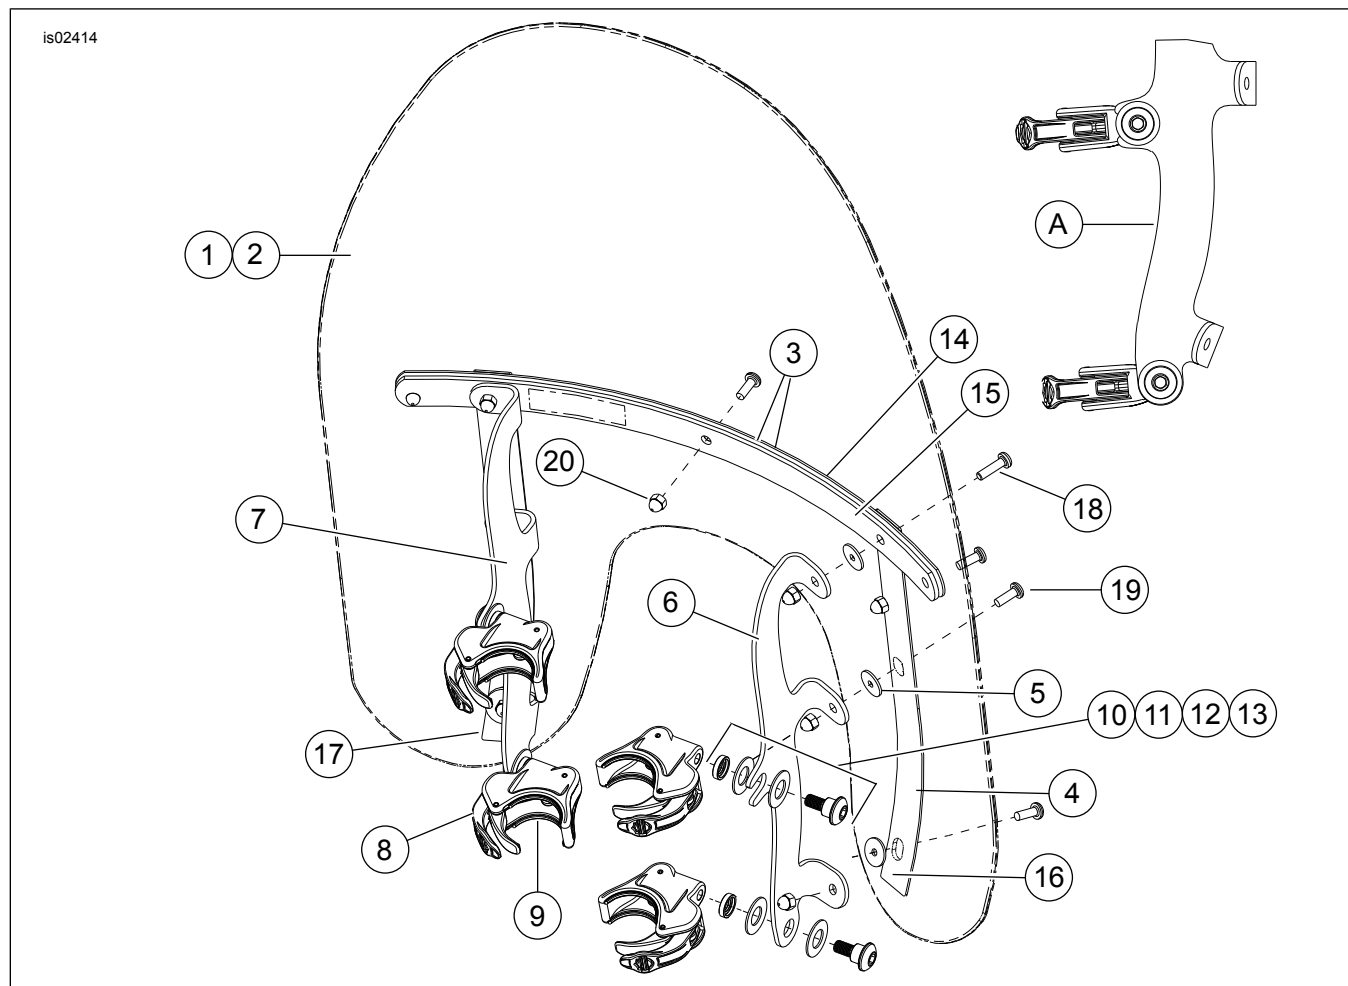
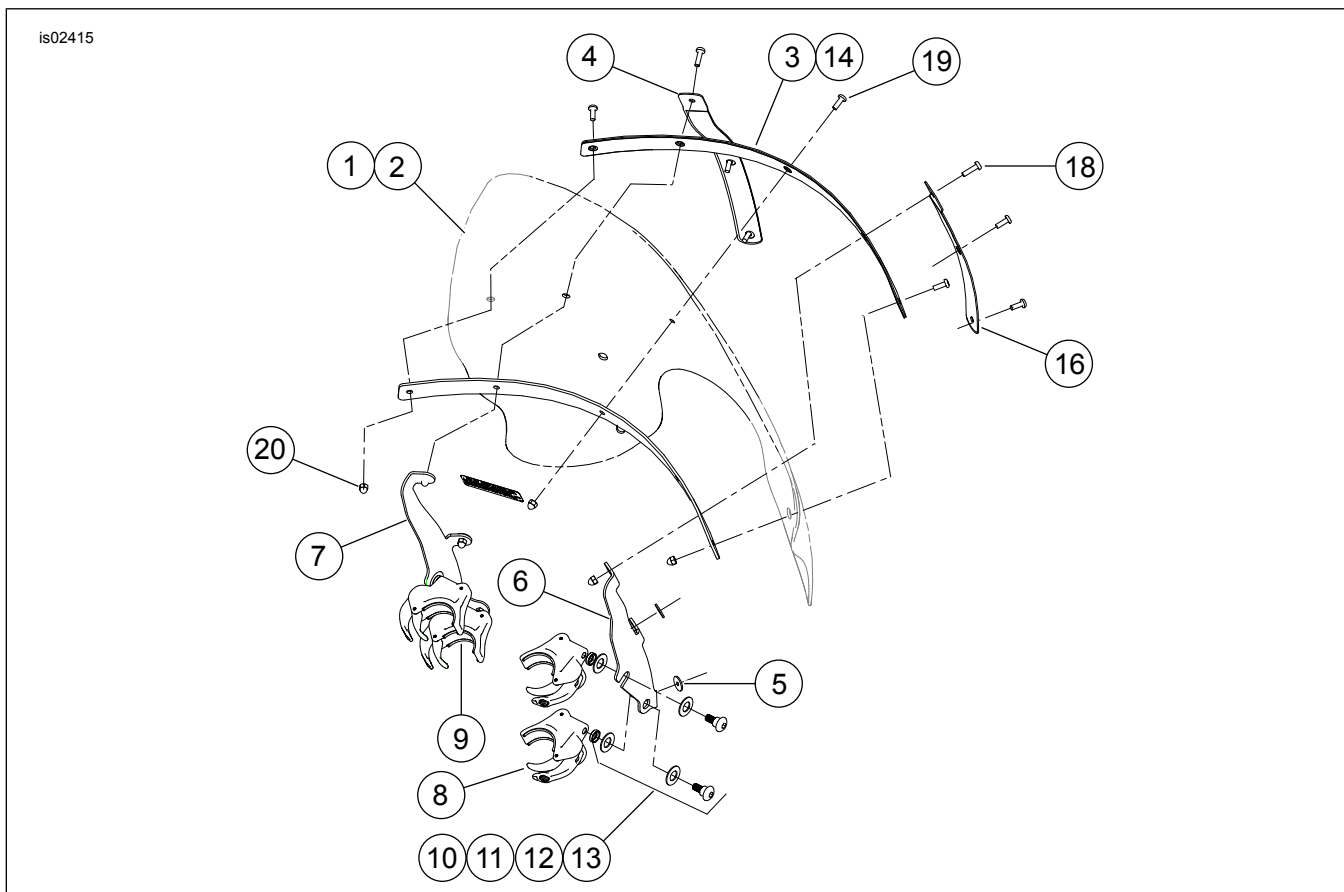
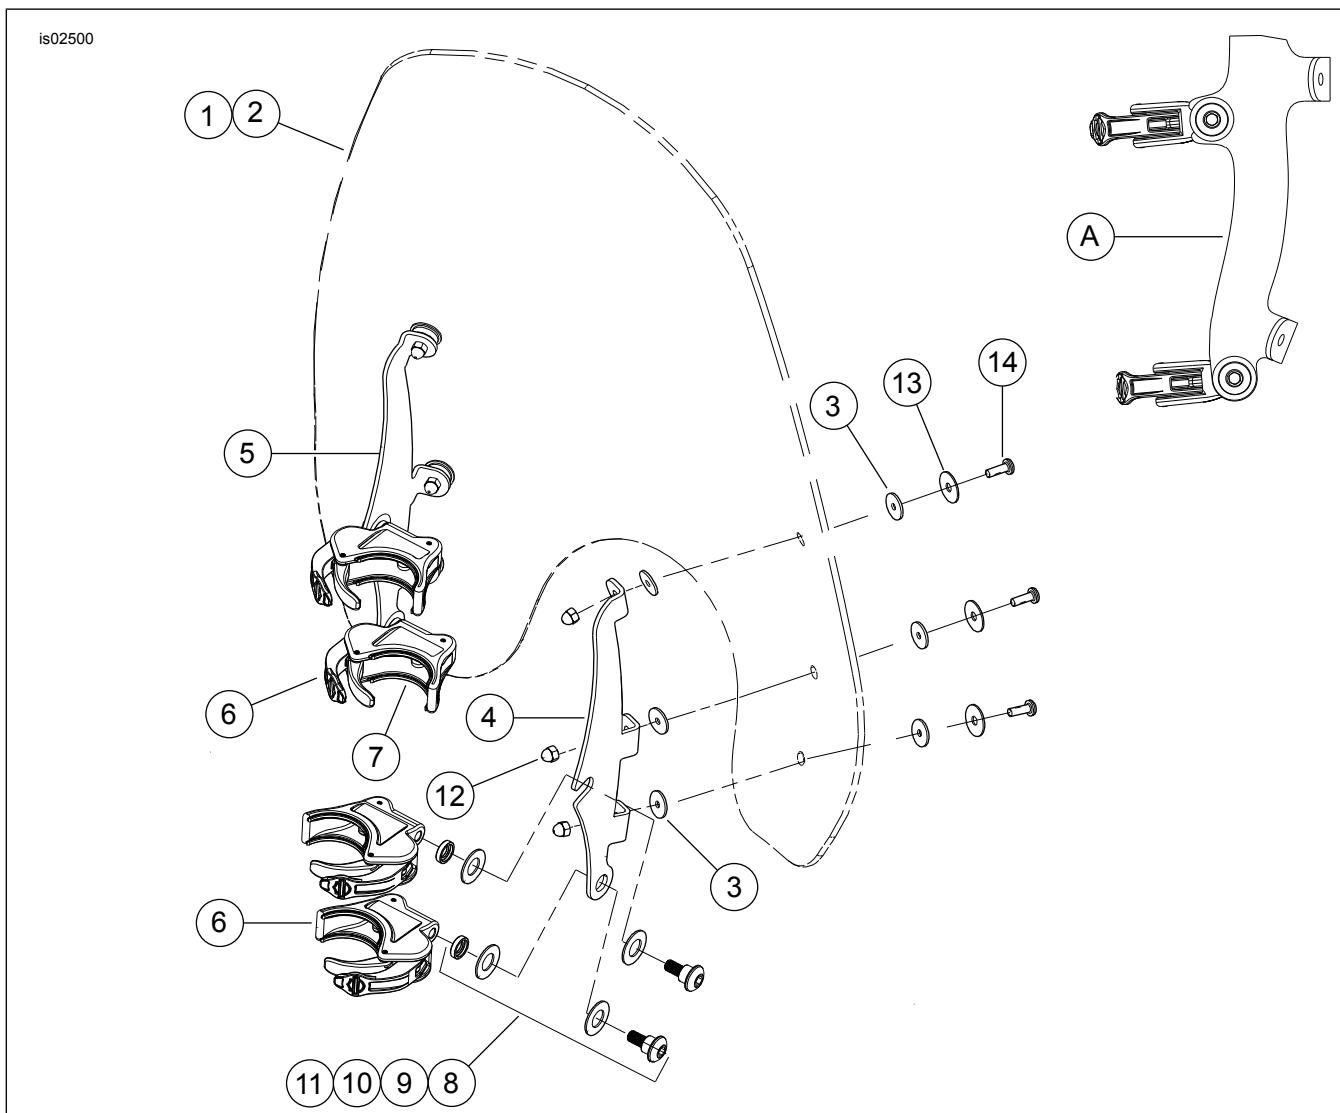

Figure 3. Mga Nilalaman ng Kit: Mga Kit ng Maliit na Mabilis na Release na Windshield (58387-06, 58413-06, 58444-06, 58346-06, 58347-06, 58348-06)
Figure 4. Mga Nilalaman ng Kit: Mga Kit ng Touring Mabilis na Release na Windshield (57015-06, 57016-06)
Figure 5. Mga Nilalaman ng Kit: Mga Kit ng Super Sport Mabilis na Release na Windshield (57300-06, 57301-06)
2. Tingnan ang Figure 3, Figure 4, Figure 5, Figure 6, Figure 7 at Figure 8. Alisin pareho ang clamp at hardware kit mula sa balot nito, at ihiwalay ang kahalintulad na mga parte bilang paghahanda sa pagbubuo nito.